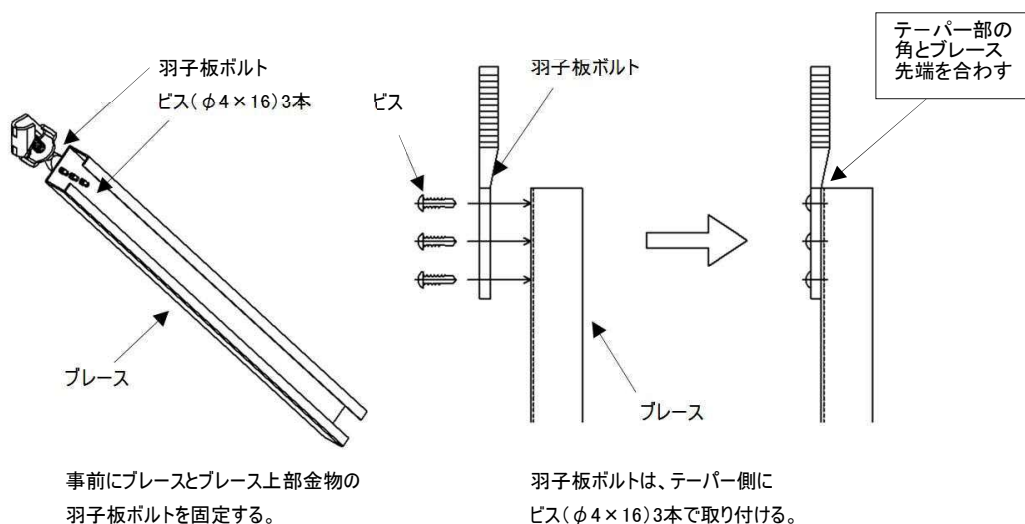

図 2-10 ブレースと上部金物取付け詳細
- ① ブレースとブレース上部金物(TC3-C1745)の羽子板ボルトは、強度確保のために取付け位置が制限されており、φ4ビス(3本)で止め付ける。(図2-10、2-11参照)